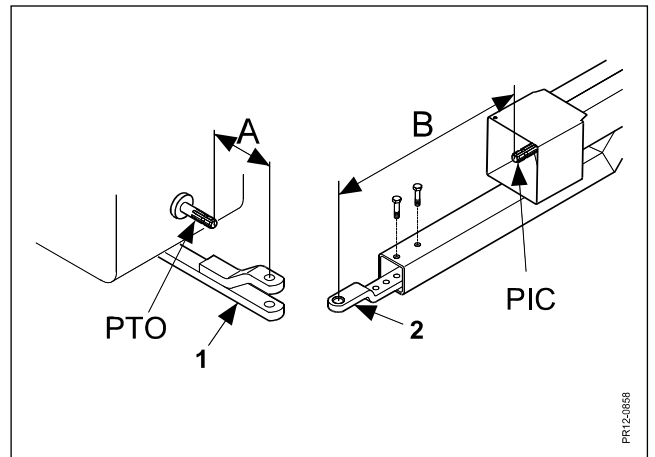

Fig. 2-6
Fig. 2-6 Régler la barre d'attelage du tracteur (1) à la plus courte distance possible "A". Régler la barre d'attelage de la machine (2) afin que la distance "B" soit la plus longue possible. La barre d'attelage de la machine (2) doit être placée de telle sorte que l'arbre de prise de force soit aussi horizontal que possible.